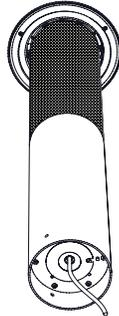

Figura 11
2. Haz pasar el cabo con 4 conductores a través del orificio central del soporte de montaje tal como se muestra en la Figura 11.